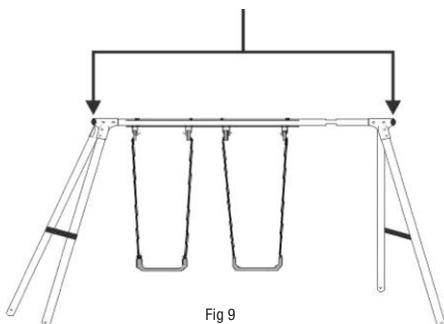

Fig 9
6. Trykk 50 mm plastgjennomføringene (F7) inn i hver ende av toppbjelken, se fig. 9 og 10.